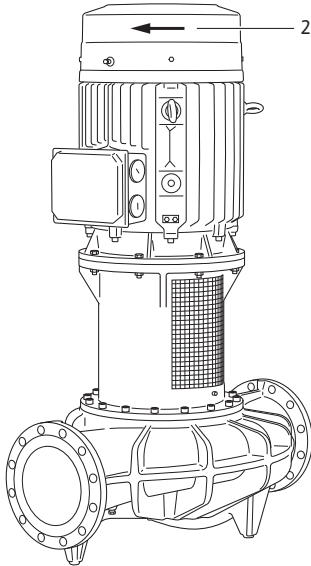

Fig. 47: Необходимо контролировать направление вращения!
- Путем кратковременного включения проверить, совпадает ли направление вращения со стрелкой на кожухе вентилятора (см. Fig. 47, поз. 2). При неправильном направлении вращения действовать следующим образом: